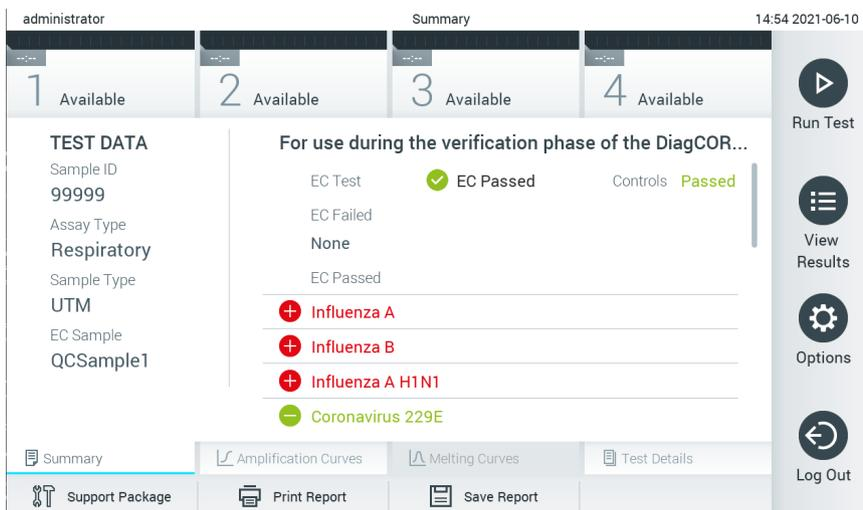

Abbildung 97. Bildschirm Summary (Zusammenfassung) mit EC-Ergebnissen.
12. Nachdem die QIAstat-Dx Assay-Kartusche ausgeworfen wurde, erscheint der Bildschirm Summary (Zusammenfassung) der Ergebnisse (Abbildung 97). Weitere Informationen finden Sie in Abschnitt 8.3.